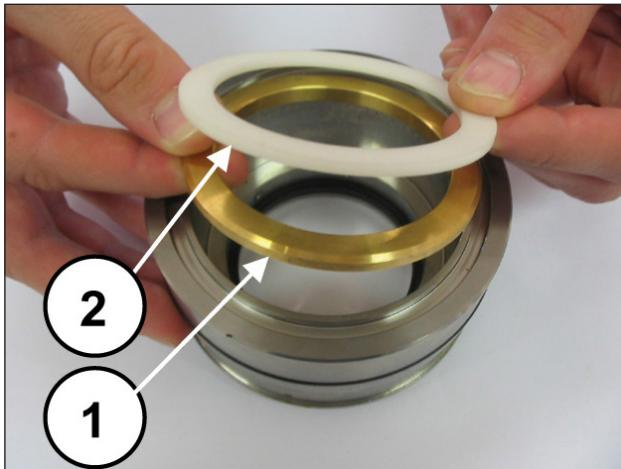
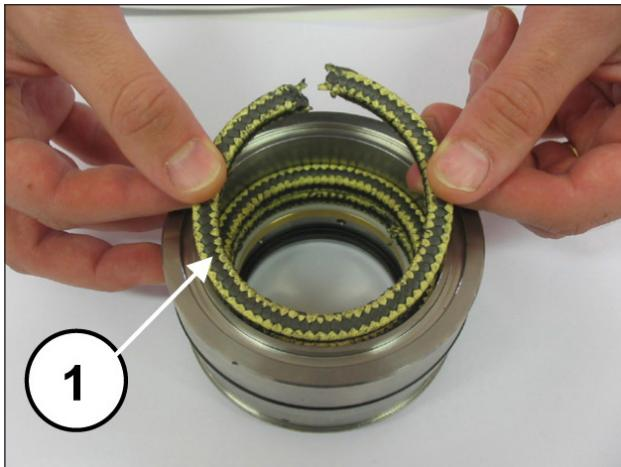
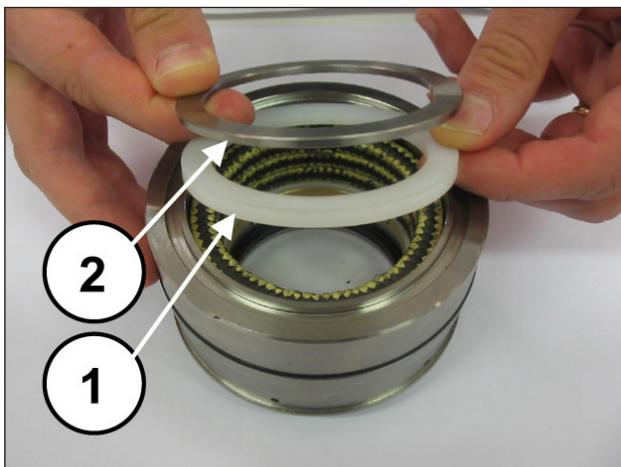

Abb. 197
Abb. 198
Abb. 199
Montieren Sie den Lagerring und den Stützring (Pos. ①②, Abb. 197) sowie die drei KC-Dichtringe. Achten Sie darauf, dass die Öffnungen im Winkel von 120° zueinander ausgerichtet sind (Pos. ①, Abb. 198). Montieren Sie ebenfalls den Abstreifring der KC-Dichtungen und den Federring (Pos. ①②, Abb. 199).